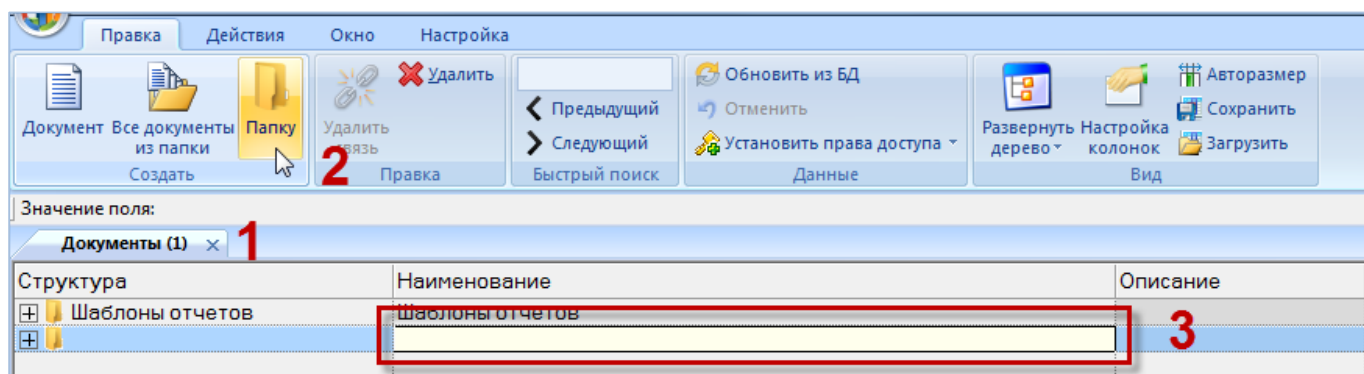

Рис. 5-95 – Создание папки
- 3) Выбрать функциональную вкладку «Правка» и нажать кнопку «Папку» панели «Создать». При создании папки поле «Наименование» автоматически открывается на редактирование – ввести в него нужное «Наименование» (рис. 5-95).